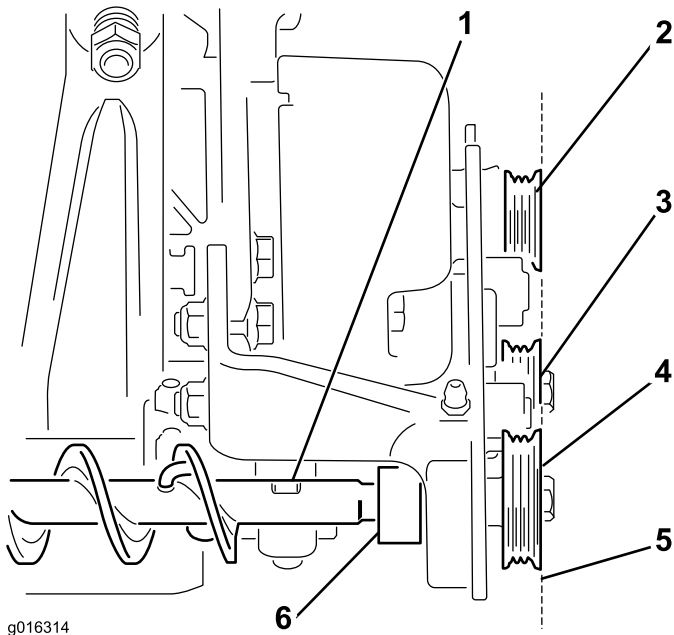

Bild 9
- A. Fluchten Sie die Riemenscheiben mit der Spannscheibe und den Riemenscheiben aus; bewegen Sie die Rollenbürste nach vorne und hinten zwischen der rechten und linken Stütze, siehe Bild 9.